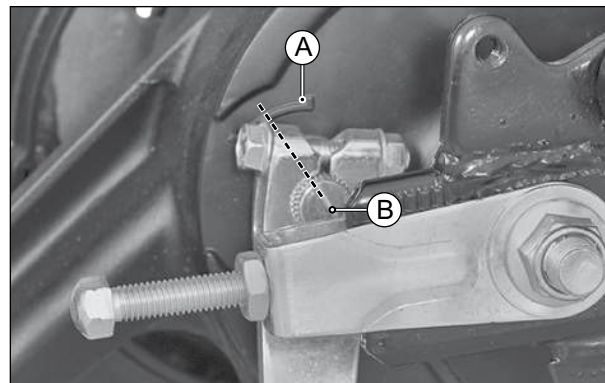

Fig. 2.70
- O indicador de desgaste da sapata do freio traseiro (A) é fornecido no espelho do conjunto do freio traseiro. (Fig. 2.70)
- Ao acionar o freio, verifique se a marca de referência (B) do came do freio traseiro está dentro da faixa do indicador de limite de desgaste (A). (Fig. 2.70)